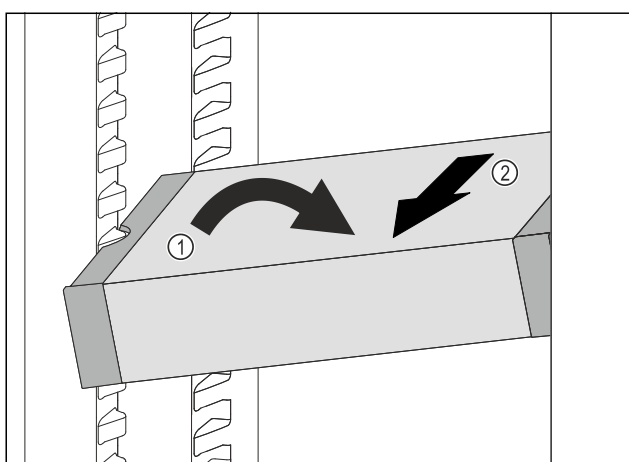

Fig. 83
- ▶ Plasser VarioSafe skrått i kjøleskapet. Fig. 83 (1)
- ▶ Ta ut VarioSafe ved å trekke den forover. Fig. 83 (2)